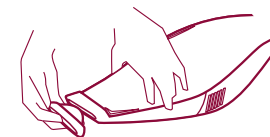

Fig. 8
- Pour aspirer des liquides, utilisez le suceur F. (fig. 8)